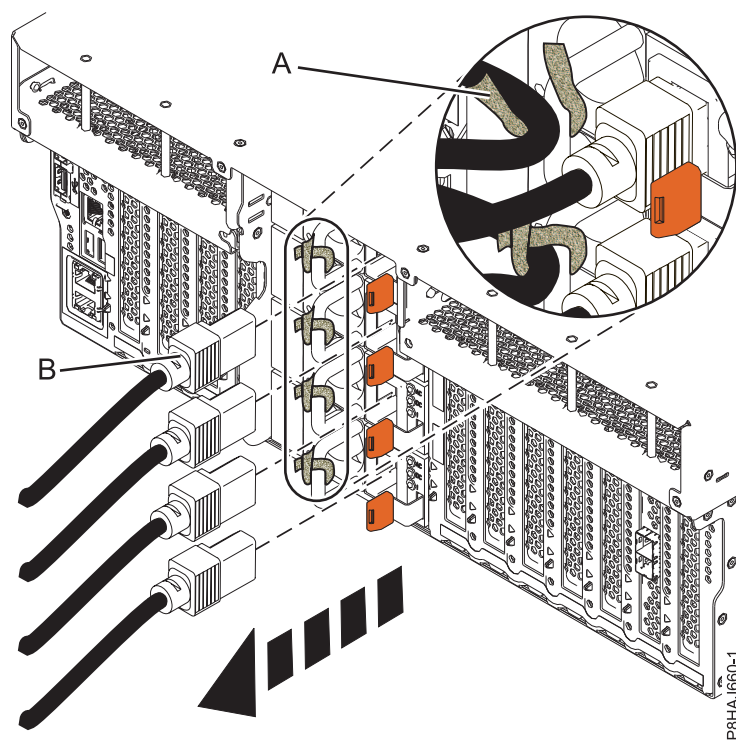
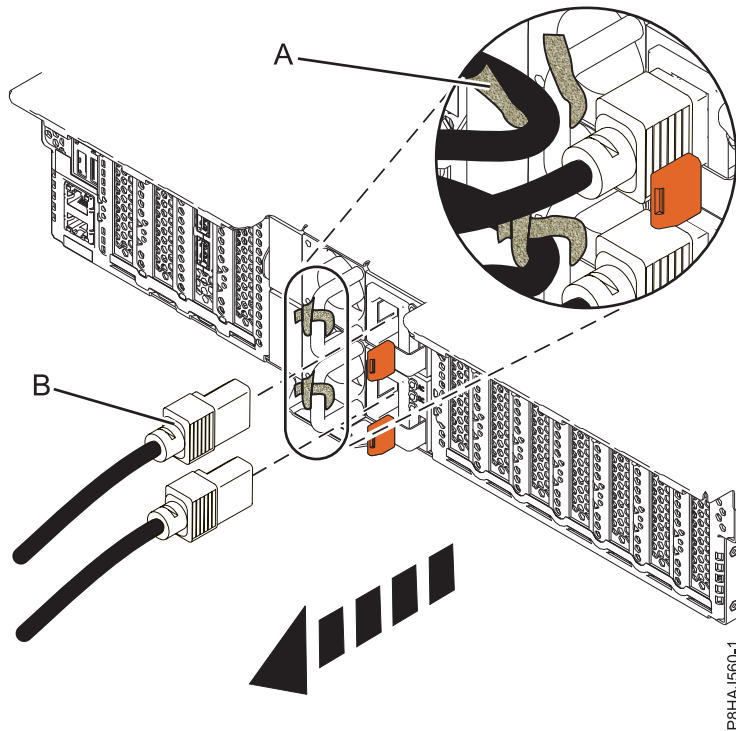
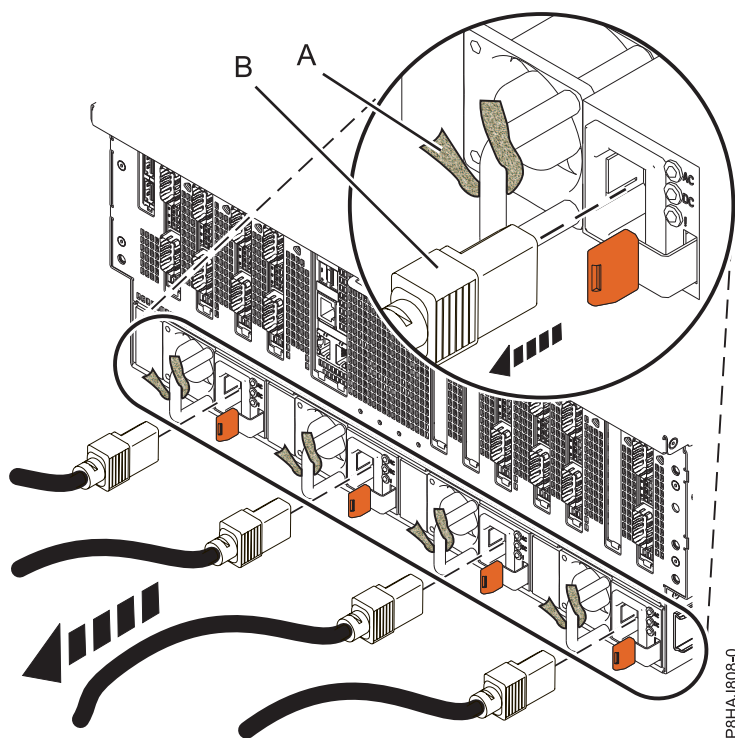

Figura 49. Remover os cabos de alimentação de um sistema 8247-42L, 8286-41A ou 8286-42A
Figura 50. Remover os cabos de alimentação de um sistema 5148-21L, 5148-22L, 8247-21L, 8247-22L, 8284-21A ou 8284-22A
Figura 51. Remover os cabos de alimentação de um sistema 8408-44E ou 8408-E8E
3. Desligue os cabos de alimentação (**B**) da unidade de sistema. Consulte Figura 49 na página 89, Figura 50 na página 89 ou Figura 51 na página 90 ou dependendo do tipo de sistema.